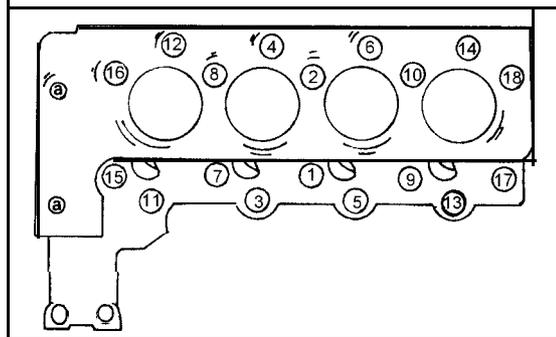

Bild 98
- Die Zylinderkopfschrauben können jetzt gelöst werden. Um ein Verziehen des Kopfes zu vermeiden, die Schrauben in umgekehrter Reihenfolge zu dem in Bild 98 gezeigten Diagramm lösen. Zum Lösen ist ein so genannter Polygon-Steckschlüsseleinsatz erforderlich. Der Schlüsseleinsatz trägt die MB-Bestellnummer 601 589 00 10 00. Verwendung eines normalen Inbusschlüssels kann zu Beschädigung der Schraubenköpfe führen. Sofort nach dem Ausbau der Schrauben deren Länge von der Unterseite des Schraubenkopfes bis zum Ende des Gewindes ausmessen, um festzustellen, ob sie sich gestreckt haben. Falls dieses Mass grösser als 83,6 mm, 105,6 mm oder 118,5 mm ist, je nachdem, wo die Schrauben sitzen, müssen die Schrauben erneuert werden. Neue Schrauben haben eine Länge von 80 mm, 102 mm oder 115 mm. Die Masse gelten für alle Motoren.
- Die Schrauben der Reihe nach einsetzen und mit dem vorgeschriebenen Schlüsseleinsatz in der in Bild 98 gezeigten Reihenfolge auf ein Anzugsdrehmoment von 15 Nm anziehen. In der gleichen Reihenfolge die Schrauben mit 35 Nm nachziehen und den Zylinderkopf 10 Minuten lang stehen lassen. Die
- Alle anderen Schrauben in der Anzugsreihenfolge von Bild 98 in der gleichen Weise anziehen.